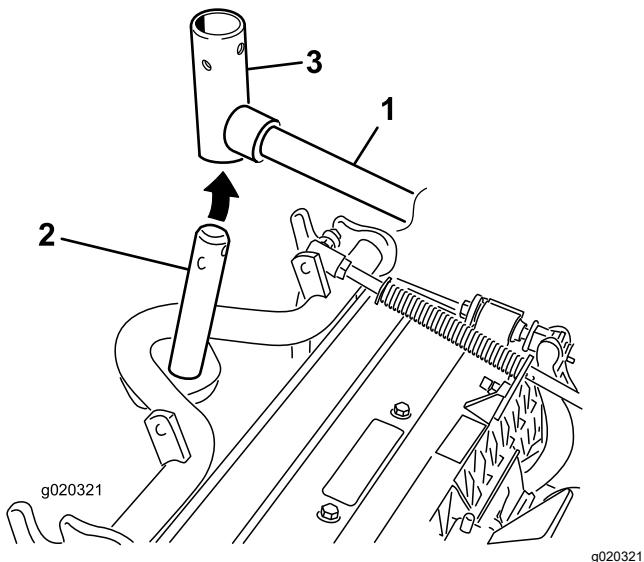

Figura 10
- En el caso de las unidades de corte delanteras, deslice una unidad de corte debajo del brazo de elevación mientras coloca el eje del bastidor de tiro en la horquilla de pivotе del brazo de elevación (Figura 10).
- Introduzca la horquilla del brazo de elevación en el eje del bastidor de tiro (Figura 10).